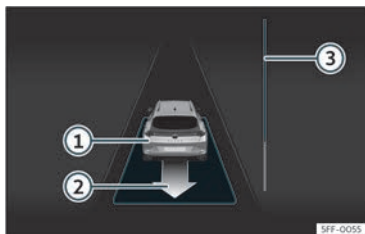

Fig. 174 No ecrã do painel de instrumentos: sair do estacionamento de um lugar em linha.
• Retroceda até soar o sinal contínuo do ParkPilot; **OU**: faça marcha-atrás até aparecer a indicação de fazer marcha à frente no ecrã do painel de instrumentos. A barra de progresso»» **Fig. 174** **③** indica a distância a percorrer»» **Página 281**.